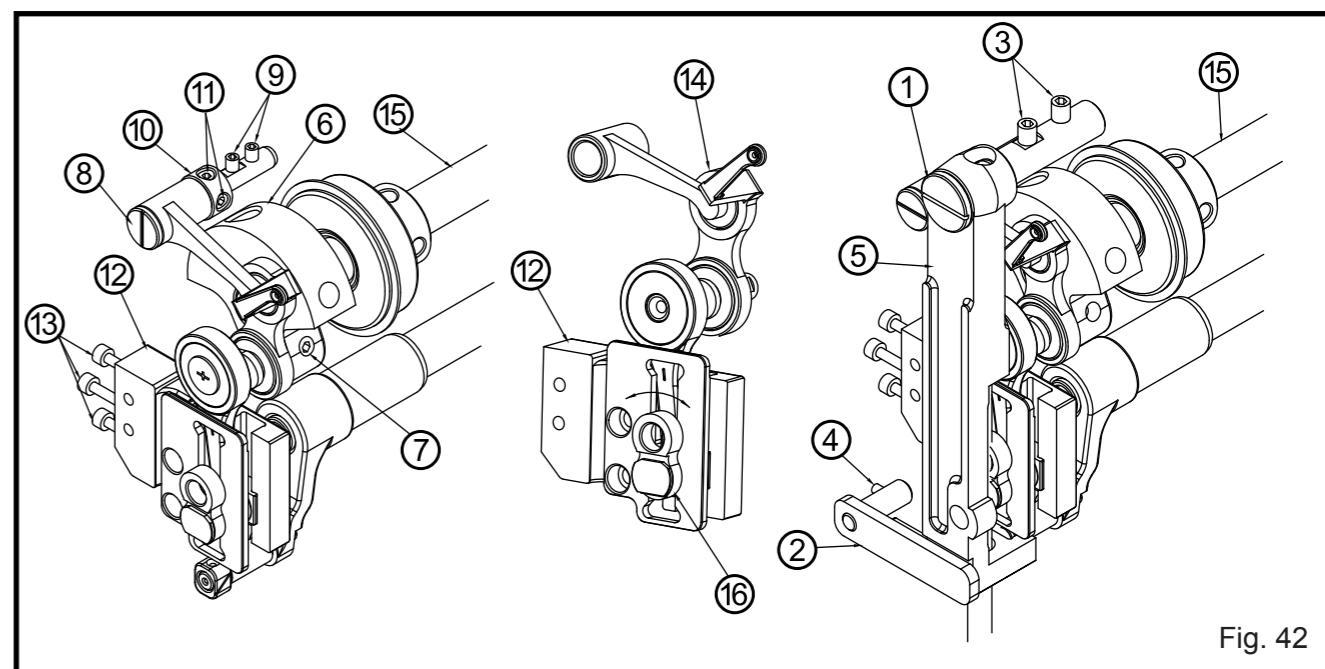

Fig. 42
- (1) Desmonte a tampa frontal. (Fig. 42)
- (2) Afrouxe o parafuso ③ ④ da combinação do movimento X da agulha, o eixo de suporte ① e a combinação do movimento X da agulha, fixe a placa ② e então desmonte a combinação ⑤ da almofada lubrificadora do movimento X da agulha;
- (3) Afrouxe dois parafusos ⑦ do excêntrico.
- (4) Afrouxe cada dois parafusos ⑨ do eixo de suporte da alavanca de tensão ⑧ e aperte o anel ⑩ então desmonte o eixo de suporte da alavanca de tensão ⑥.
- (5) Desmonte três parafusos ⑬ da guia do conjunto de faca ⑫ e desmonte toda a montagem configurada da alavanca de tensão ⑭ e a montagem configurada da almofada lubrificadora ⑮.